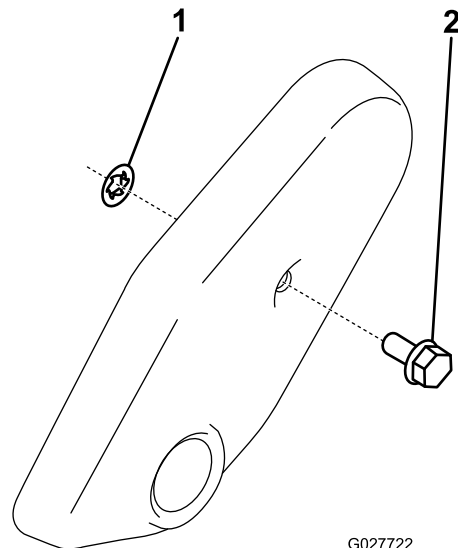

Figure 7
2. Glissez l'écrou poussoir sur l'obturateur du couvercle de la courroie (Figure 7).